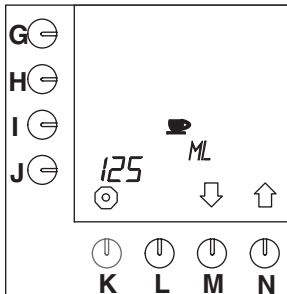

Fig. 34 Inhoud kopje
- Druk op selectietoets (N.)↑ tot fig. 34 in het display verschijnt.